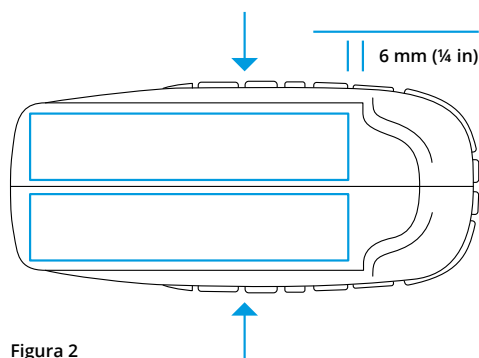

Figura 2
1. Aplique una fina capa de adhesivo instantáneo de cianoacrilato (comúnmente denominado "Super Glue") en la superficie de unión de la suela de goma. El adhesivo debe estar a 6 mm ($\frac{1}{4}$ in) de distancia del borde de los huecos para los dedos, consulte la Figura 2.
3. Apriete las dos mitades de la suela de goma en la dirección indicada por las flechas en la Figura 2.